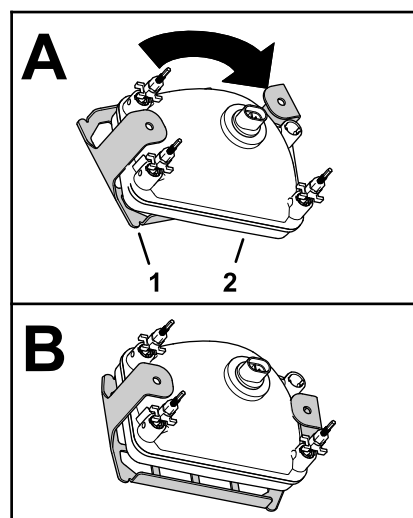

图 45
4. 如 图 45 所示将大灯护罩组装到大灯上。
7. 用 4 个凸缘螺栓 5/16 x 5/8 英寸将大灯护罩固定到大灯安装支架上图 45。